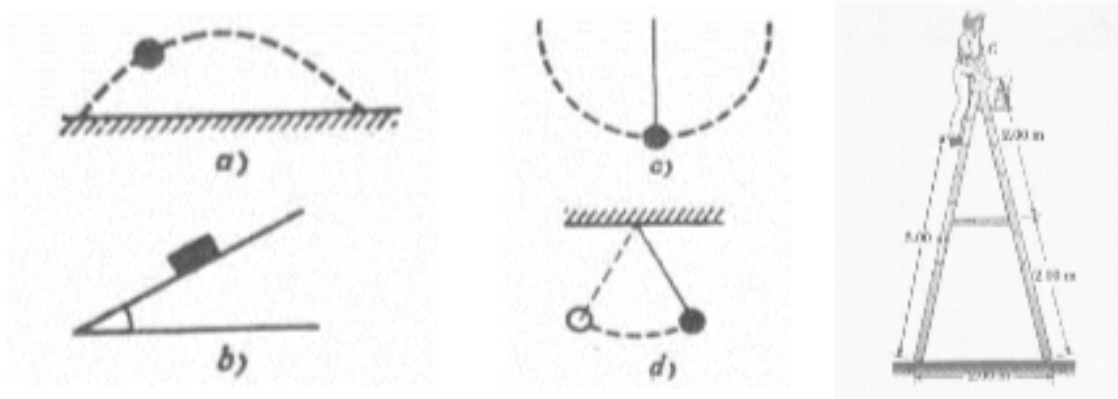

Figura 13.1: Identificar las fuerza para los siguientes 5 casos.
5. Identifique las fuerzas en cada sistema (ver Figura 13.1)